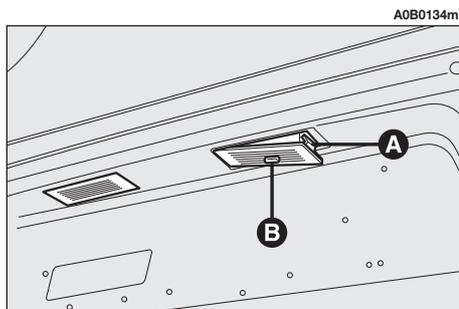

fig. 54
- Estrarre il gruppo luce targa agendo con un cacciavite a lama piatta e protetto con un panno morbido sul fermo (A-fig. 54).
- Estrarre il gruppo (B-fig. 54).
- Rimontare il gruppo completo (B-fig. 54) inserendo prima le alette di fissaggio e premendo poi in corrispondenza del fermo (A-fig. 54).